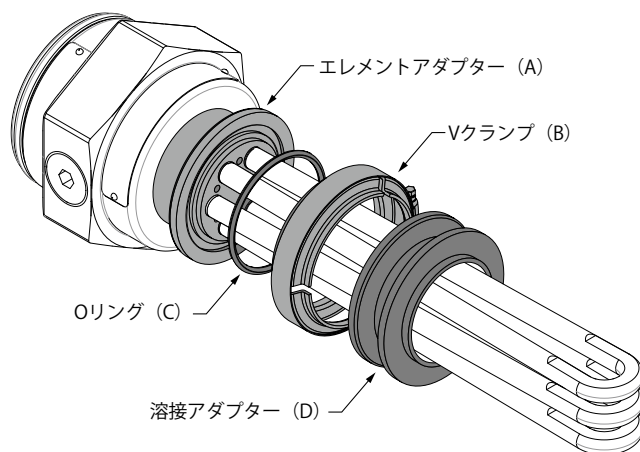

図2 ねじなしVクランプタイプの取り付け部品
1. 溶接アダプター（D：図2）を、中心位置を合わせて取り付けポートに溶接します。